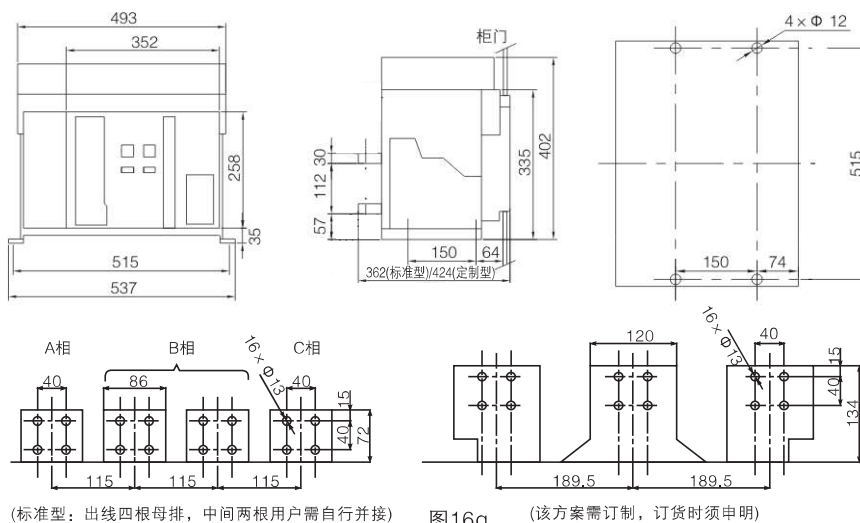

图16g
• CFW1-4000/3P 固定式断路器安装, 外形尺寸(见图16g)